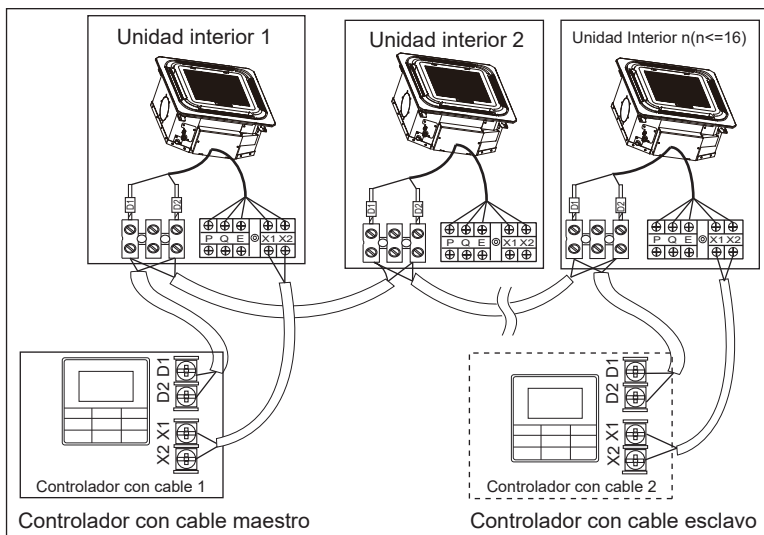

Figura 6.8
- Utilice 1 controlador con cable para controlar múltiples unidades interiores o 2 controladores con cable (un controlador maestro y uno esclavo) para controlar múltiples unidades interiores (véase figura 6.8);